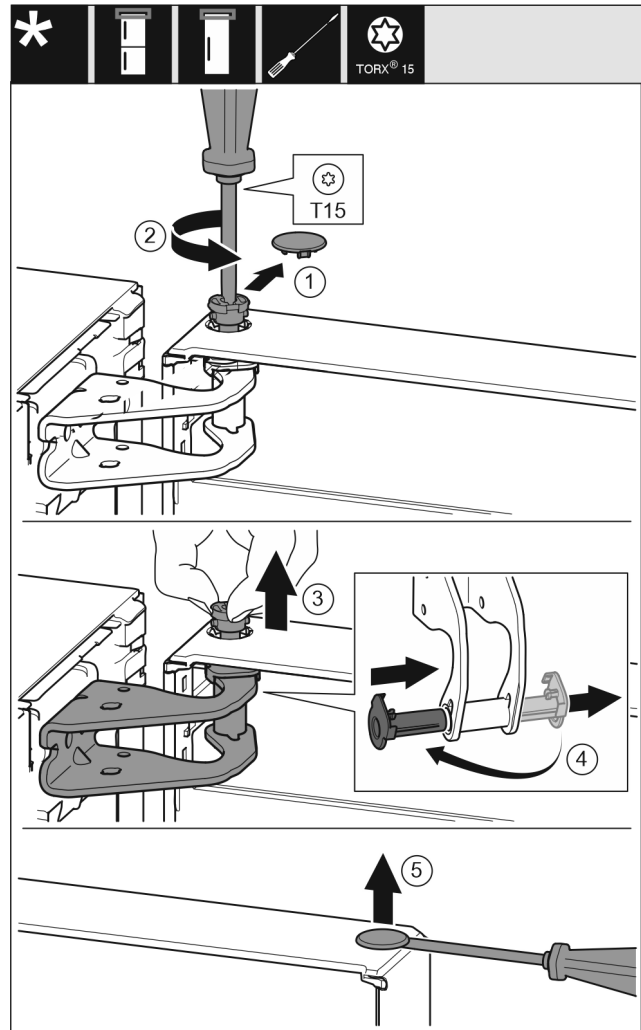

Fig. 7
- Desprindeți cu precauție apărătoarea siguranței. Fig. 7 (1)
- Extrageți puțin bolțul prin rotire cu șurubelnița T15. Fig. 7 (2)
- Țineți ferm ușa și extrageți bolțul cu degetele. Fig. 7 (3)
- Extrageți cuzinetul din ghidaj. Introduceți din partea opusă și fixați în poziție. Fig. 7 (4)
- Ridicați cu precauție dopul din cuzinetul ușii cu o șurubelniță plată și extrageți-l. Fig. 7 (5)